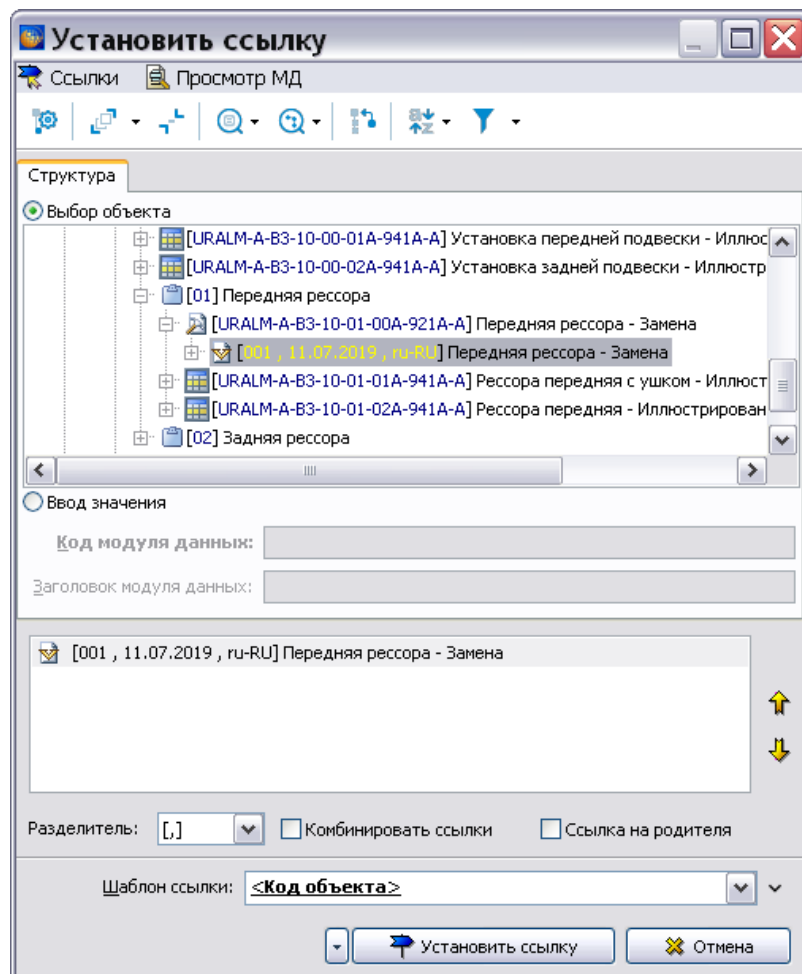
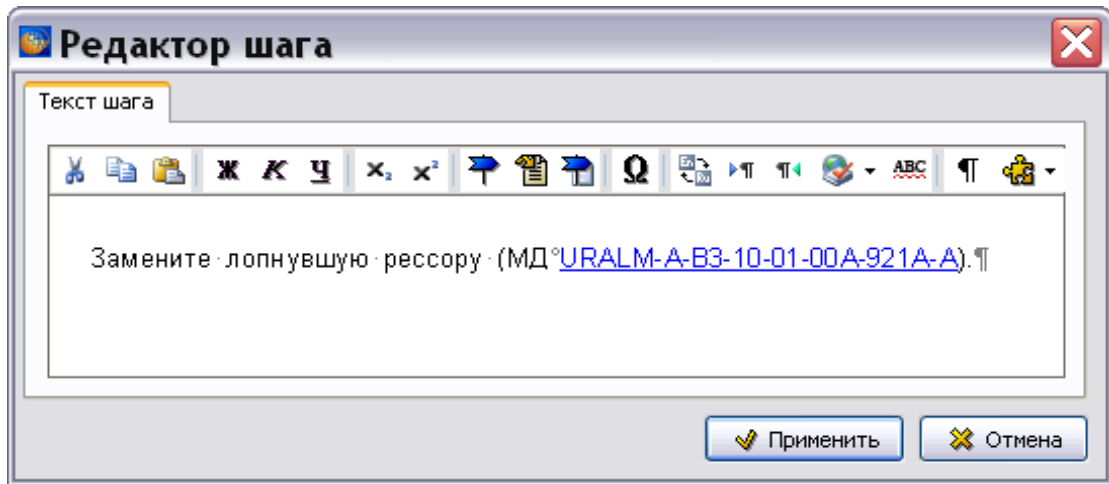

Рисунок 876
Рисунок 877
11) Для вставки внешней ссылки на другой модуль данных или его объект установите курсор в место вставки ссылки и нажмите на кнопку **Установить ссылку** . В диалоговом окне **Установить ссылку**, в котором отображена структура проекта, выберите версию модуля данных для ссылки и нажмите на кнопку **Установить ссылку** (рисунок 876). После этого ссылка отобразится в окне **Редактор шага** (рисунок 877)